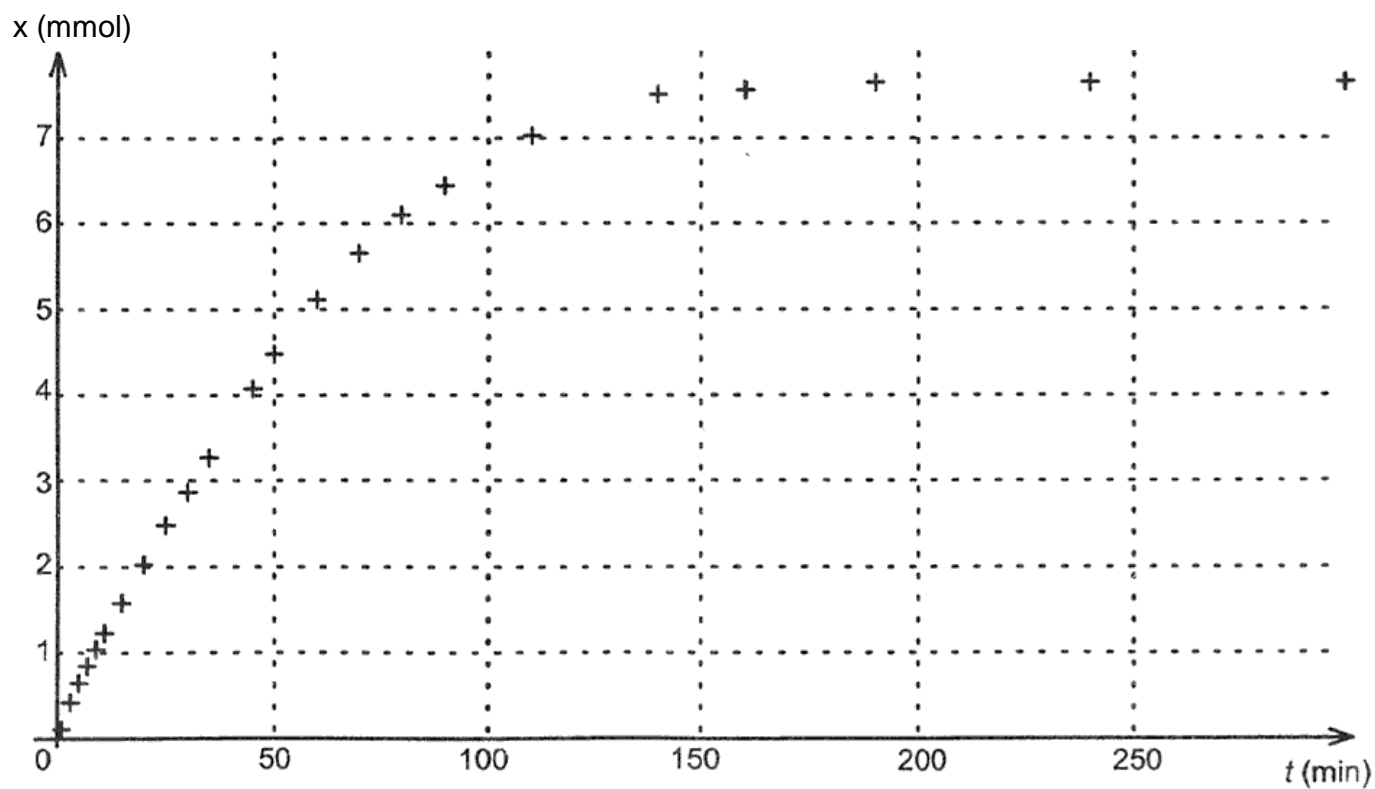

Figure 2
La courbe donnant l'évolution de l'avancement x en fonction du temps est représentée sur la figure 2 en **ANNEXE À RENDRE AGRAFÉE AVEC LA COPIE**.
1.4. Comment peut-on déduire de la figure 2 l'évolution de la vitesse volumique de réaction au cours de la transformation chimique étudiée ?